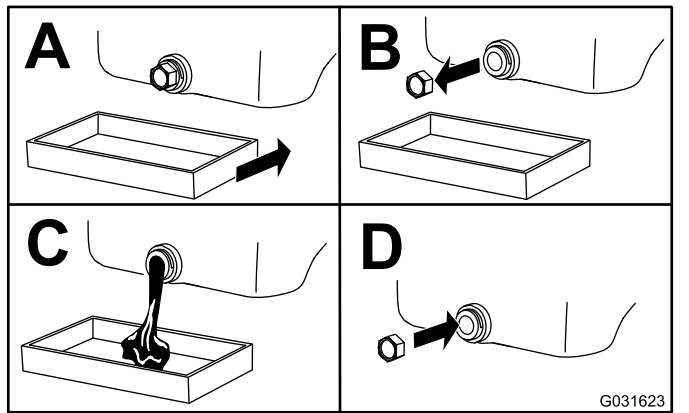

Bild 43
4. Wechseln Sie das Motoröl wie in Bild 43 gezeigt.